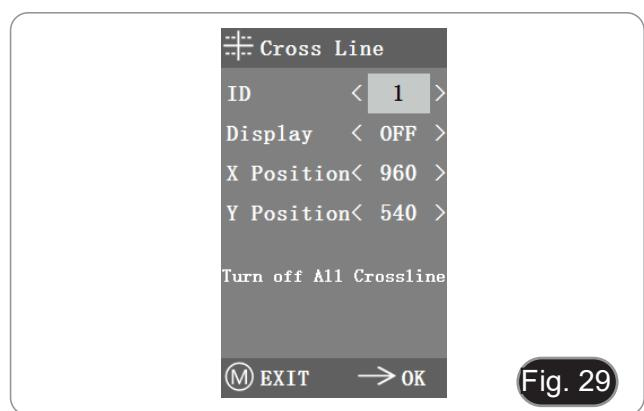

Fig. 29
- 1. Entrar en el menú de Cross Line. (Fig. 29)